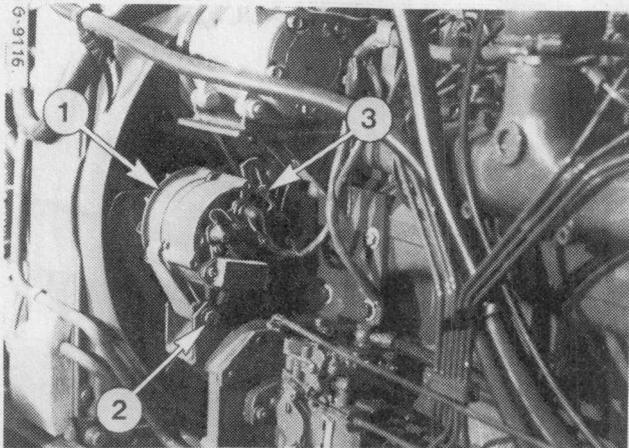

Figure 70/71
Vérifiez la tension de la courroie de ventilateur à chaque période indiquée dans le «Guide d'Entretien Périodique». Elle est correcte lorsque, en appuyant sans effort avec le pouce sur la courroie à mi-distance entre les poulies d'alternateur et de vilebrequin, on obtient un fléchissement d'environ 15 mm (fig. 70).
Le réglage de la tension s'effectue par pivotement de l'alternateur après avoir desserré le boulon de fixation (2) fig. 70/71 et le boulon de réglage (3). Resserrez-les fermement après réglage.